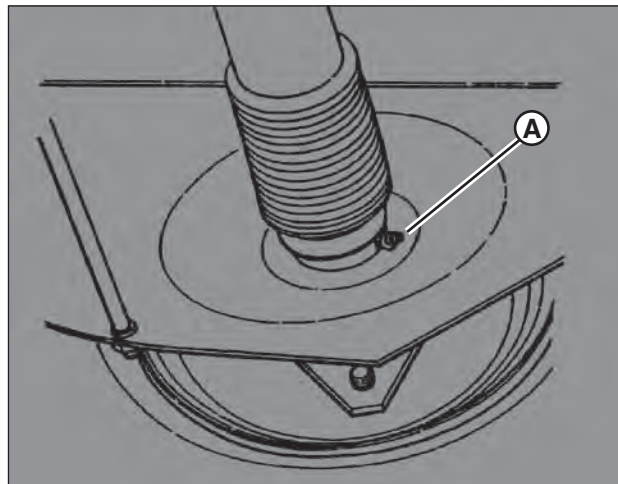

Figure 31: Graisseur d'essieu arrière (vue du dessous de la machine)
1. Le graisseur (A, Figure 31) sur le palier d'essieu arrière nécessite trois coups de pistolet graisseur à graisse universelle.